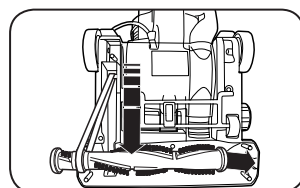

Fig. 5
4. Tire del rodillo hacia adelante (en sentido contrario a la tracción de la correa) y vuelva a insertar los extremos en la boquilla (Fig. 5) asegurándose de alinear el extremo opuesto a la cinta para que los bordes planos se inserten de manera adecuada.